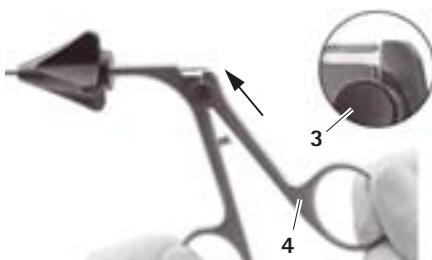

Fig. 10
- Empurrar a parte móvel do cabo 4 para cima, segurando simultaneamente o acessório instrumental 7, até a cabeça 3 engatar, ver Fig. 10.